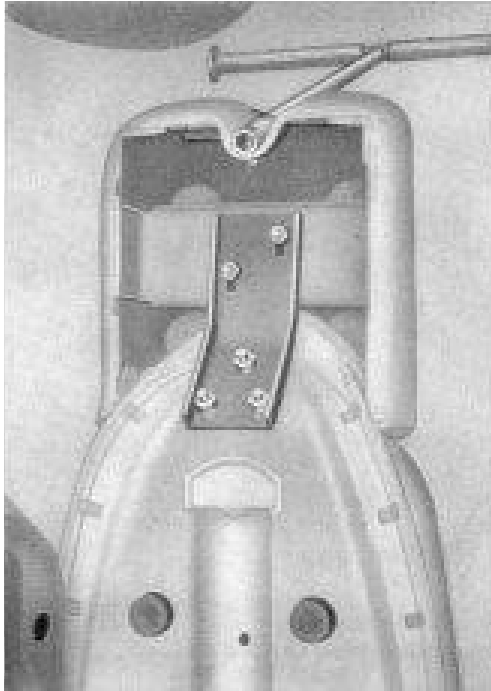

Bild 5
7. Fußrasten **6** an die Fußstütze **7** mittels zweier Sechskantschrauben **8**, Federscheiben und Muttern montieren. **Abb. 5.**
8. Schrauben **9** für hintere Kraftstoffbehälter-Aufhängung lösen und herausnehmen. Kompletten Fußrastenbügel über hintere Kraftstoffbehälter-Aufhängung schieben, Schraube wieder einfädeln und befestigen. **Abb. 5.**